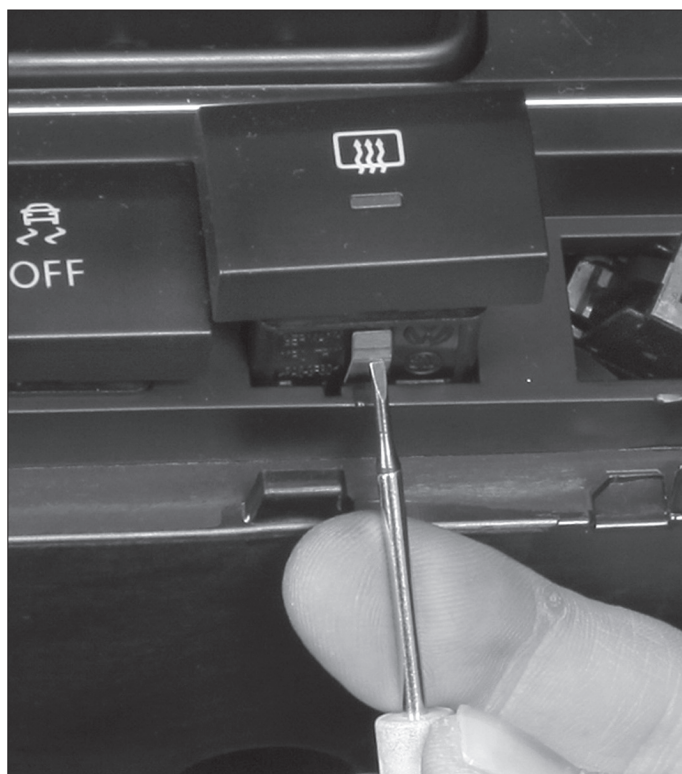

FIG. 46
- A l'aide d'un tournevis de précision, dégrafer chaque interrupteur de la console de milieu (Fig.46).